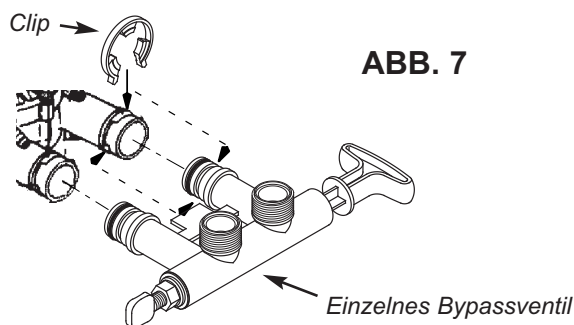

ABB. 7
11. Drücken Sie das einzelne Bypassventil so weit wie möglich in das Wasserenthärterventil. Klipsen Sie die beiden großen Halteklammern an, von oben nach unten wie in Abbildung 7 & 8 dargestellt. Stellen Sie sicher, dass die Clips fest einschnappen, damit das einzelne Bypassventil nicht herausgezogen wird.